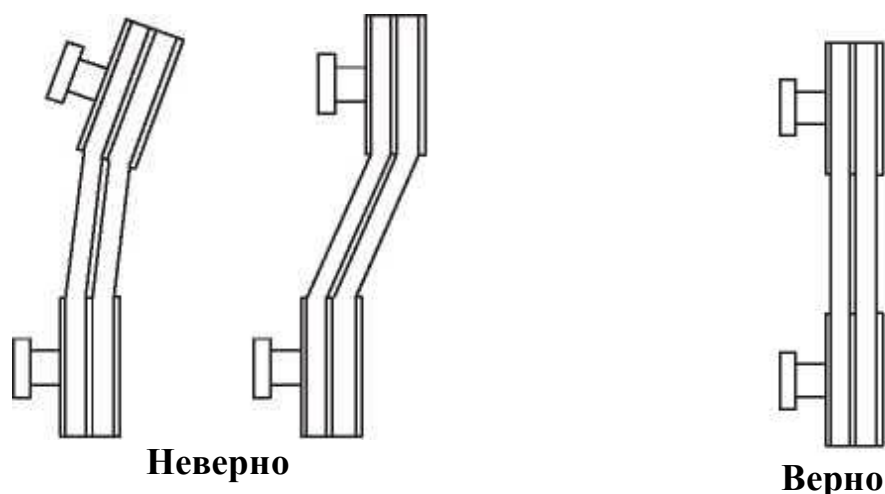

Рис. 1 Схема установки шкивов
6.4.15. При использовании клиноременной передачи, источник питания и насос должны быть параллельны. С помощью поверочной линейки убедитесь, что шкивы установлены надлежащим образом (см. рисунок 1). Регулировка положения производится установочными винтами на раме.